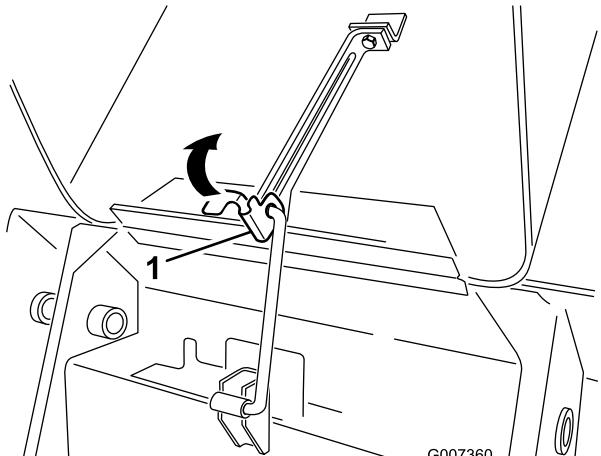

Figure 27
- Tirez la languette de fixation de la bâquille (Figure 27)